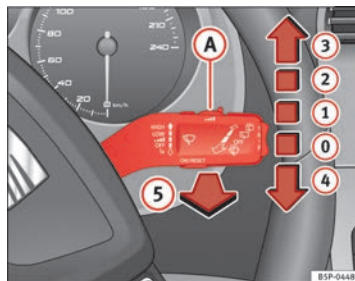

Fig. 83 Levier d'essuie-glace et de lave-glace
Le levier d'essuie-glace ⇒ fig. 83 est doté des positions suivantes :
- Si le véhicule s'arrête lorsque le cran **2** **⇒ fig. 83** ou **3** a été sélectionné, le cran immédiatement inférieur est sélectionné. Si le véhicule redémarre, le cran sélectionné précédemment est à nouveau sélectionné.